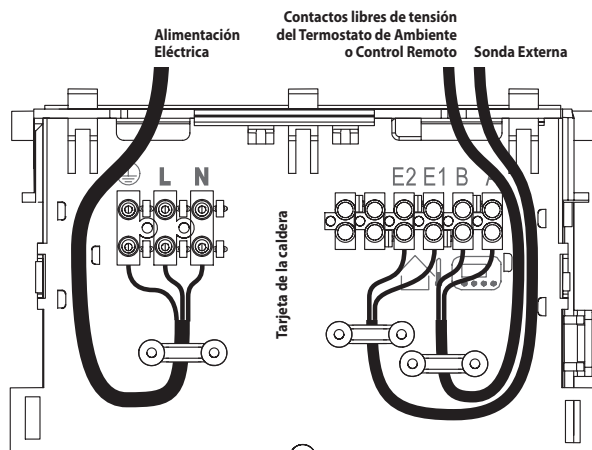

Figura 4.9
- Conecte el cable de alimentación eléctrica al interruptor omnipolar respetando la correspondencia de la línea (hilo marrón) y del neutro (hilo azul claro) (Figura 4.9).
Para conectar un termostato de ambiente use los bornes indicados en la Figura 4.9.
Los conductores eléctricos del termostato de ambiente se deben conectar entre los bornes "A" y "B", como en la Figura 4.9.